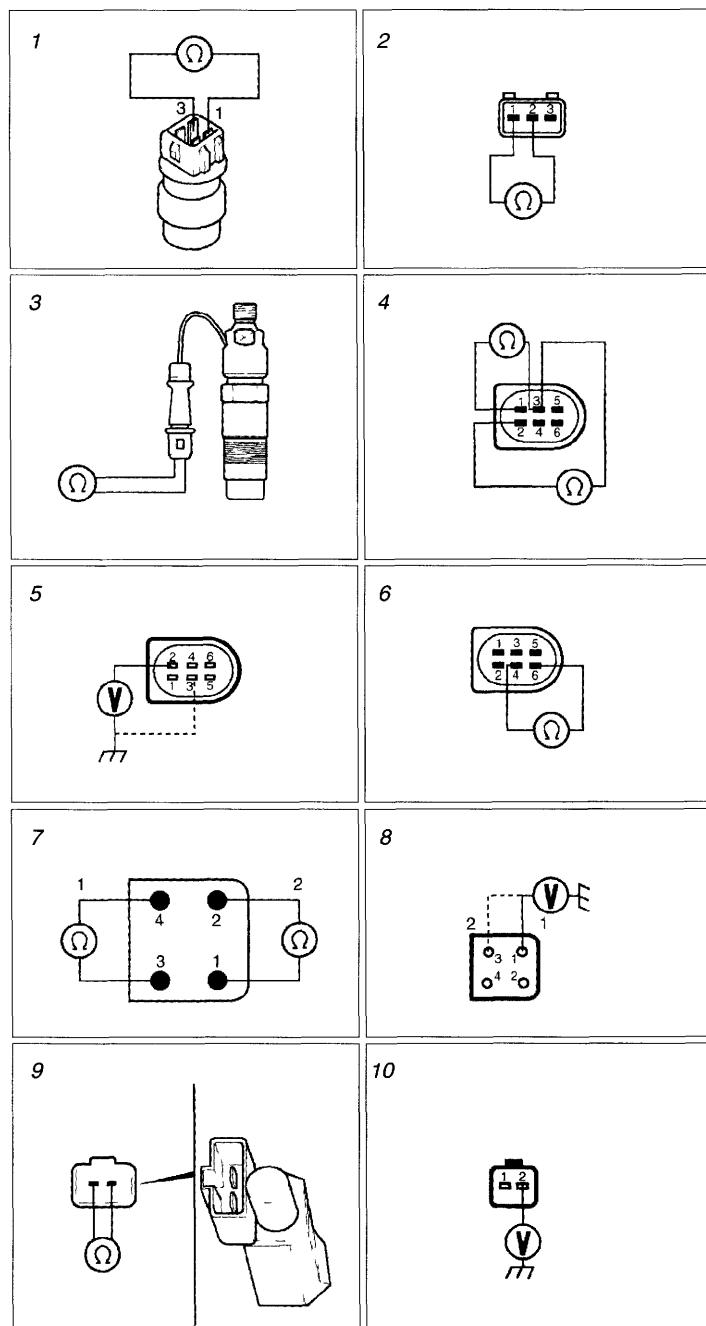

Рис. 9. Датчики двигателя
- смоделировать изменение температуры датчика (например, нагревая его в горячей воде) и проверить изменение сопротивления между контактами «1–3» (см. рис. 9/1 и табл. 5).
- отключить разъем датчика СКР и проверить сопротивление обмотки между контактами «1–2»; одно должно лежать в пределах 1000...1500 Ом (см. рис. 9/2);
- отключить разъем датчика и проверить сопротивление обмотки, которое должно лежать в пределах 80...120 Ом (см. рис. 9/3);
- отсоединить разъем датчика и при включенном зажигании проверить наличие «+5 В» на контакте «2» разъема жгута и между контактами «2–3» (см. рис. 9/5), в случае несоответствия проверить предохранитель F1, реле K46, замок зажигания и соответствующие соединения;
гании проверить наличие «+5 В» на контакте «2» разъема жгута и между контактами «2–3» (см. рис. 9/5), в случае несоответствия проверить предохранитель F1, реле K46, замок зажигания и соответствующие соединения;
- измерить сопротивление между контактами «2–3» разъема датчика APP; оно должно быть около 1000 Ом (см. рис. 9/4);
– нажать педаль акселератора; сопротивление между контактами «1–3» разъема датчика APP должно быть в пределах 1500...2500 Ом (при отпущен- ной педали – 1000...1500 Ом) (см. рис. 9/4). При перемещении педали сопротивление должно изменяться плавно, без провалов и рывков.
- нажать педаль акселератора; сопротивление между контактами «4–6» разъема APP- датчика должно быть бесконечно большим; при отпущенной педа- ли – около 1500 Ом (см. рис. 9/6).
- отсоединить разъем датчи- ка и проверить наличие «+12 В» на контакте «1» разъема жгута (см. рис. 9/8); если нет – прове- рить предохранитель F13, замок зажигания и соответствующие соединения;
– при включенном зажига- нии проверить наличие «+12 В» на контакте «3» разъема жгута (см. рис. 9/8), если нет – прове- рить предохранитель F1, реле K46, замок зажигания и соот- ветствующие соединения;
- нажать педаль тормоза; сопротивление между контактами «1–2» разъема датчика ВРР должно быть около 0 Ом, а при отпущенной педали – бесконечно большим (см. рис. 9/7);
– нажать педаль тормоза; сопротивление между контактами «3–4» разъема ВРР датчика должно быть беско- нечно большим, а при отпу- щенной педали около 0 Ом (см. рис. 9/7).
- отсоединить разъем датчика CPP и при включенном зажигании проверить наличие «+12 В» на контакте «2» разъема жгута (см. рис. 9/10), при отсутствии – проверить предохранитель F1, реле K46, замок зажигания и соответствующие соединения;
- нажать педаль сцепления; сопротивление между контактами «1–2» разъема датчика CPP должно быть бесконечно большим; при отпущеной педали – около 0 Ом (см. рис. 9/9);